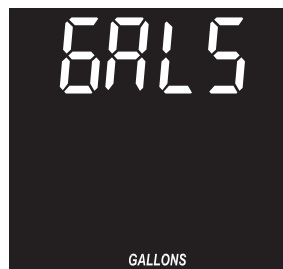

FIG. 34
3. Cuando ello ocurra, oprima dos veces el botón PROGRAM (Programar) y aparecerá una de las dos pantallas que se indican en la Fig. 34.